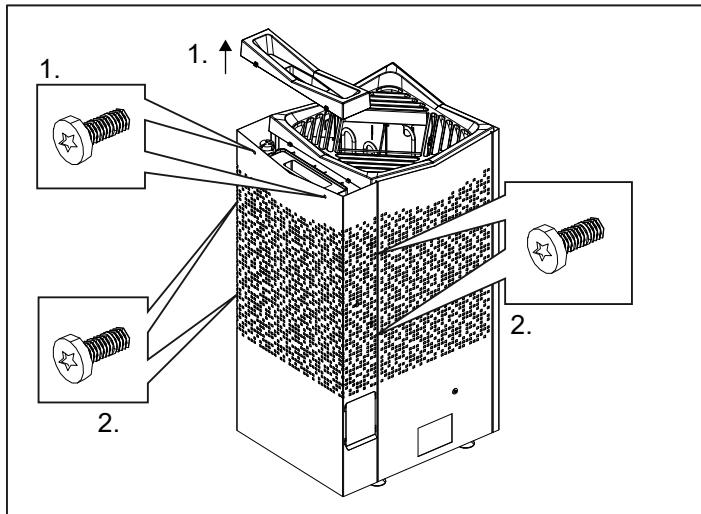

Fig 9: Lossa de 6 st skruvarna för att ta bort bakstycket.
3. Lossa först de bakre två skruvarna som håller locket till tanke, och lyft upp (se 1. fig 9). Lossa skruvarna på sidorna (se 2. fig 9).